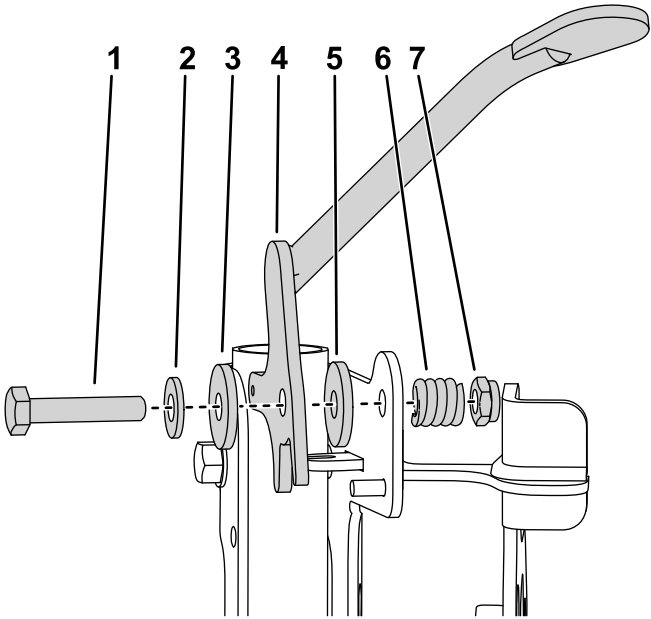

图12
7. 拧紧油门弹簧上的螺母直到弹簧完全压紧然后往回松开半圈 图12。